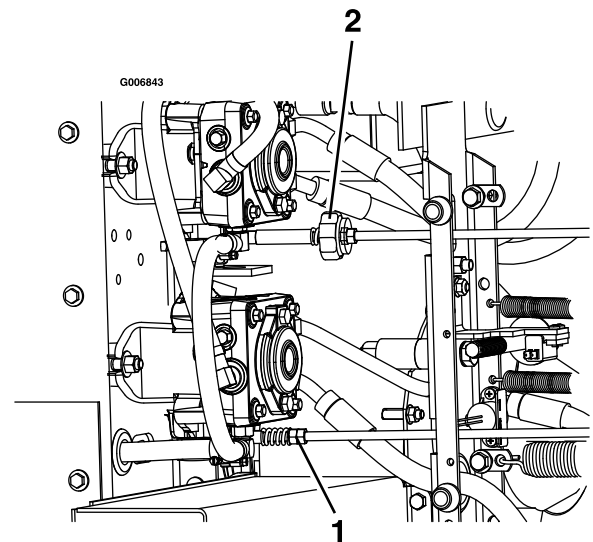

Bild 65
9. Stellen Sie zum Erhalten der NEUTRAL-Stellung die Gestänge der linken und rechten Pumpensteuerstange ein, die die Lenksteuerung mit den Pumpensteuerarmen verbindet, bis die Räder anhalten oder leicht rückwärts kriechen (Bild 65).
11. Drehen Sie die doppelten Muttern am Bauteil mit einem Schraubenschlüssel, um das rechte Pumpengestänge einzustellen (Bild 65).